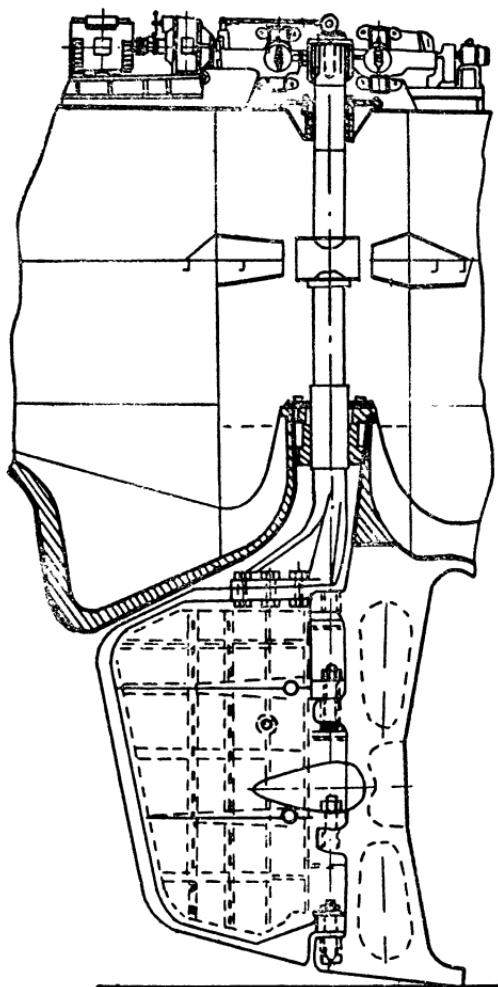

Рис. 24. Рулевое устройство для
*Небалансирующие* — обыкновенные рули, — те, ось вращения которых практически совпадает с носовой кромкой руля (рис. 24). У них перо полностью расположено в корму от оси вращения. Преимущество таких рулей — удобство и простота крепления к ахтерштевню. Но есть и недостаток: сравнительно большое усилие требуется для переделки руля.